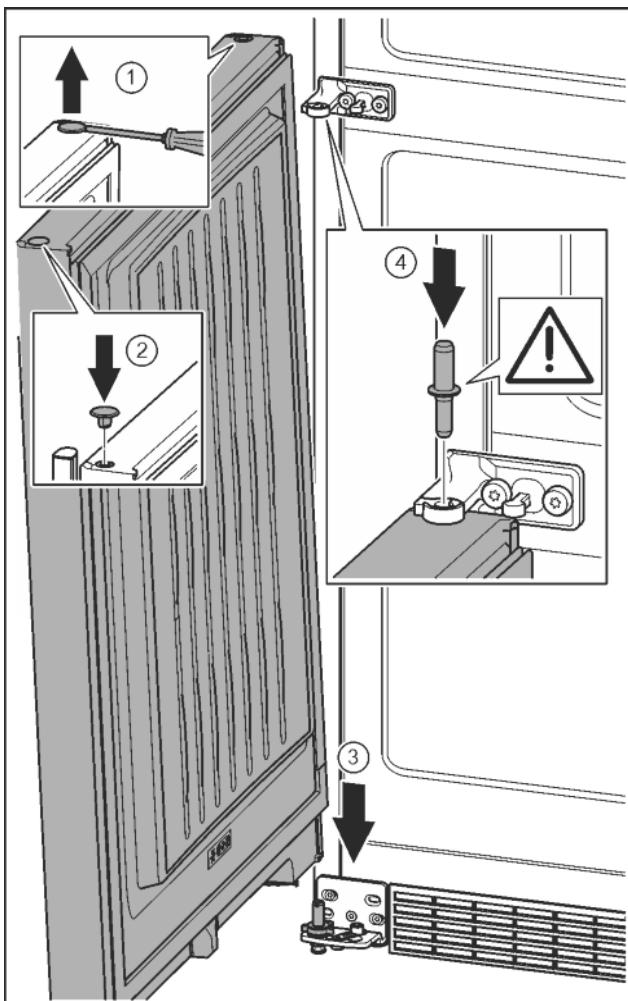

Fig. 22
- Odvijačem s ravnom glavom oprezno podignite čep i izvadite ga. *Fig. 22 (1)*
- Ponovo umetnite čep na drugoj strani vrata. *Fig. 22 (2)*
- Stavite vrata odozgo na donji svornjak ležaja. *Fig. 22 (3)*
- Umetnute srednji svornjak ležaja kroz srednji podložak ležaja u donja vrata. Pri tome pazite da je ispuštenje za blokiranje okrenuto prema otraga. *Fig. 22 (4)*